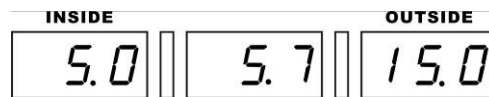

Abb. 13
- Setzen Sie den Messstab in die Ausgangsposition zurück, nun werden die gemessenen Daten angezeigt, siehe Abb. 13.